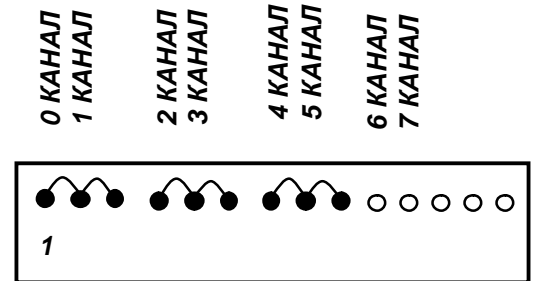

Рис.5. Расположение перемычек на разъеме с 0 по 5
8.2. Открыть крышку блока электронного, отсоединить съемную часть разъема на внутренней стороне лицевой панели блока и выкусить на ней перемычки незадействованных каналов. Пример расположения перемычек для шести задействованных каналов приведен на рис.5.